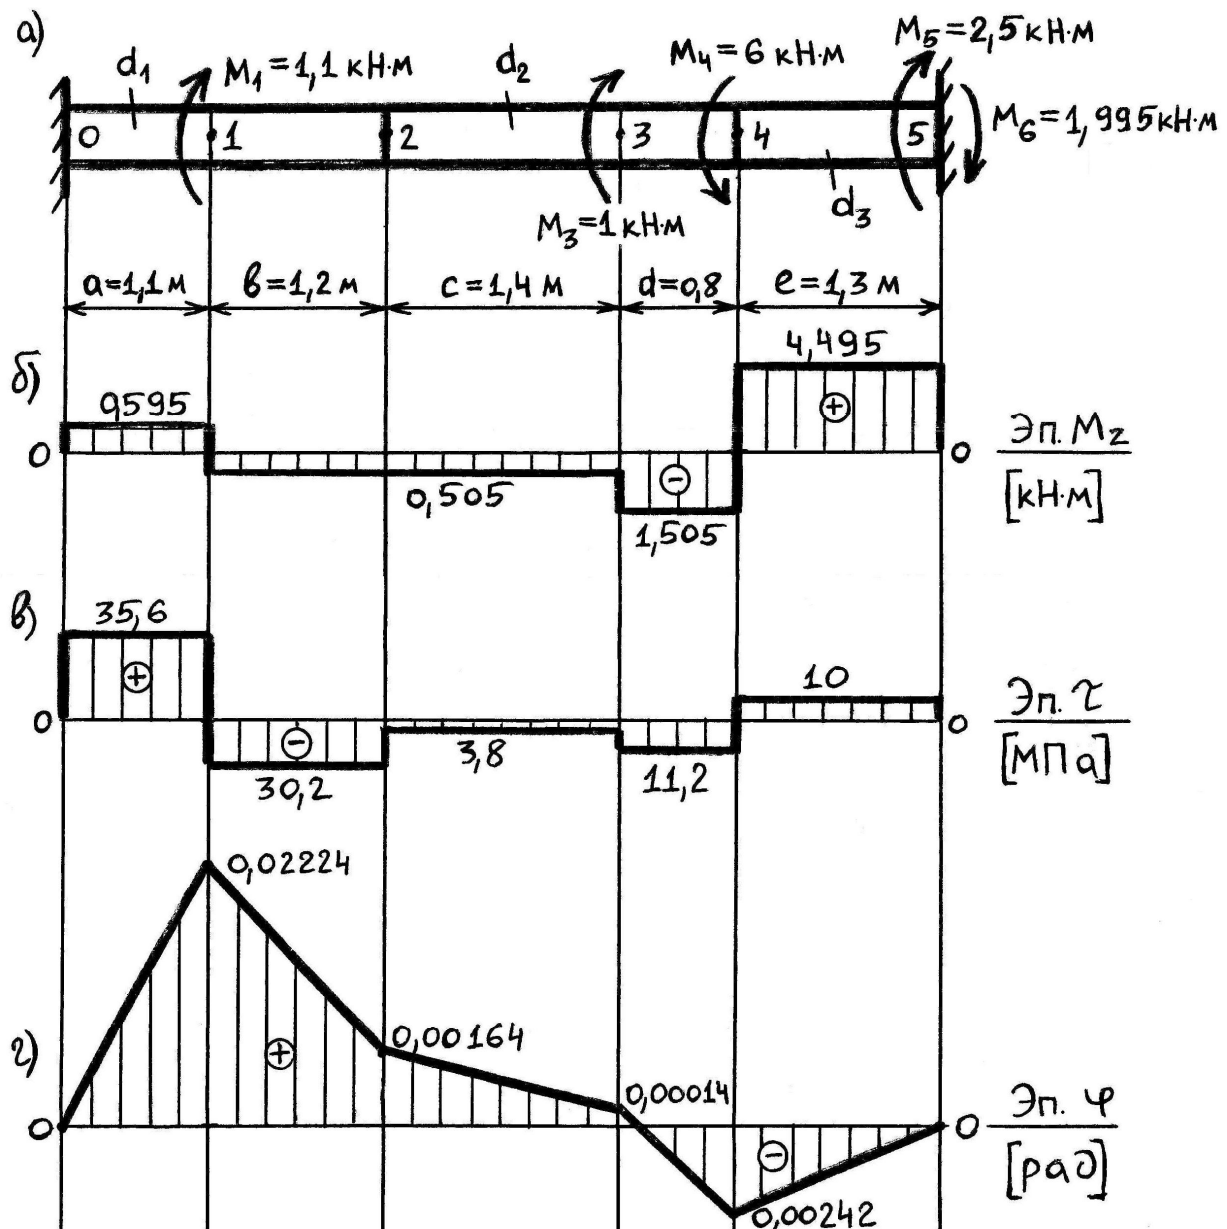

Рис. 2
II. Стальной вала жёстко закреплён с обоих концов. Принимаем отношение диаметров $d_1 : d_2 : d_3 = 1 : 2 : 3$ (рис. 2,а).
1. Система один раз статически неопределима. Для раскрытия статической неопределимости мысленно отбрасываем правую заделку и её действие на вал заменяем моментом M_6 (рис. 2,а).
2. Строим эпюру крутящих моментов M_z (рис. 2,б):